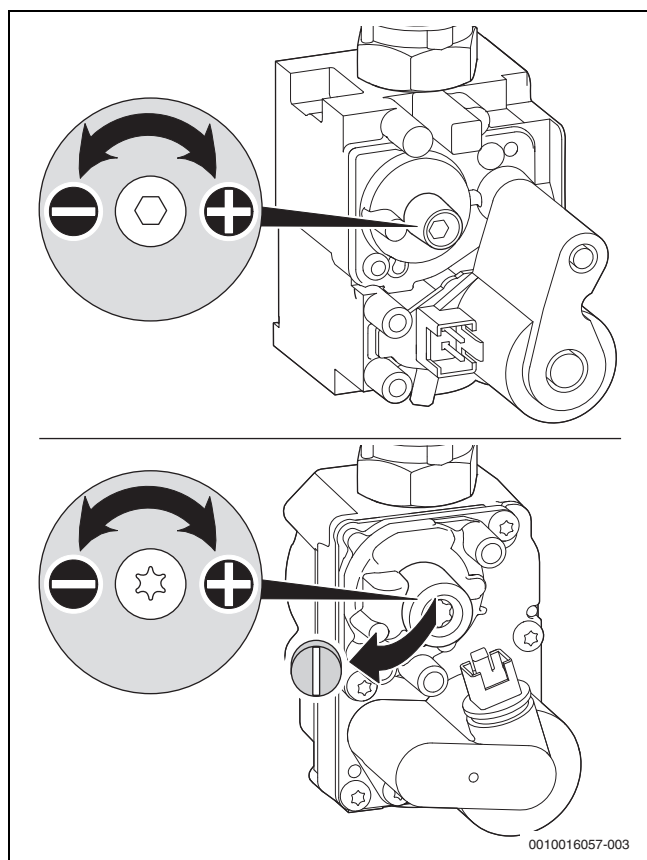

Fig. 44 Înlăturarea sigiliului de la șurubul de reglaj
- ▶ Dacă valoarea se află între $-0,11$ și $-0,21$ mbar, reglați presiunea diferențială conform reprezentării de mai jos (→ Fig. 44).